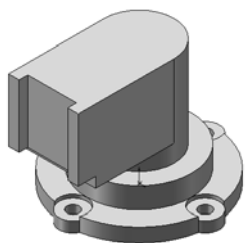

图 7-94 创建拉伸凸台 3
3) 拉伸凸台 3。单击“特征”工具栏中的 (拉伸凸台/基体) 按钮, 或选择菜单栏中的“插入”→“凸台/基体”→“拉伸”命令, 拉伸草图生成实体, 设置拉伸深度为 36 mm, 效果如图 7-94 所示。